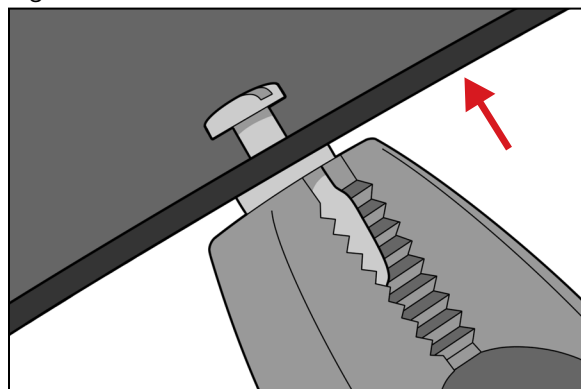

Fig. 7
3. Rett enheten forsiktig inn i hullet, og press boltens hals inn i hullet. (Fig 7).